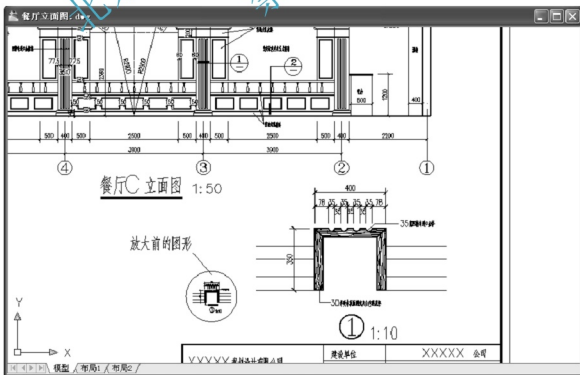

图 5.119 将“装饰柱详图”图块放大5倍
④ 在指定比例因子或 [复制(C)/参照(R)] <1.0000>：提示下，输入“5”后按Enter键，表示将图形放大5倍。结果如图5.119所示。
在图 5.119 中，特意保留了放大前的图形，经对比可知，右侧梁的断面图为放大后的“装饰柱详图”。这里需要做下面的计算。
(1) 1:50 的图是指按实际尺寸缩小 50 倍画出的图形；1:10 的图是指按实际尺寸缩小 10 倍画出的图形。
(2) 在模型空间内是按照主图(即 1:50 餐厅 C 立面图)的比例打印出图的，打印时图纸上的所有图形均缩小到原来的 1/50，所以需要再将 1:10 的“装饰柱详图”再放大 5/10=5 倍。
(4) “装饰柱详图”放大 50/10=5 倍后，其断面的高度和宽度尺寸分别变成 1750mm 和 2000mm，观察图 5.119，标注装饰柱详图断面高度和宽度的尺寸仍然是 350mm 和 400mm，这是由于将“装饰柱详图”做成了图块，使形成“装饰柱详图”的众多图元变成一个图元，只是将这个图元放大，而形成这个图元的内部众多图元被锁定，所以图形变大了而尺寸标注值并未随之改变。
(1) 在 1:10 “装饰柱详图”中，文字“35 宽凹槽勾金粉漆”和标注尺寸值的高度均为 $3.5\text{mm} \times 10 = 35\text{mm}$ ，详图符号圆圈的直径为 $14\text{mm} \times 10 = 140\text{mm}$ ；将图块放大 5 倍后，文字“35 宽凹槽勾金粉漆”和标注尺寸值的高度均变为 $35\text{mm} \times 5 = 175\text{mm}$ ，详图符号圆圈的直径变为 $140\text{mm} \times 5 = 700\text{mm}$ 。
(2) 主图(餐厅 C 立面图)的出图比例为 1:50，图中文字高度为 $3.5\text{mm} \times 50 = 175\text{mm}$ ，标高符号三角形的高度变为 $3\text{mm} \times 100 = 300\text{mm}$ 。
(3) 观察图 5.119，对比可知主图和放大后“装饰柱详图”图块内的文字高度是相同的。打印缩小到 1/50 后，1:50 主图和 1:10 “装饰柱详图”内文字高度、标注高度及标高等符号的大小肯定一致。